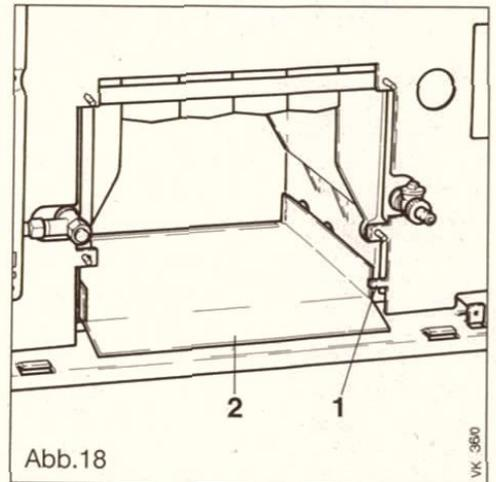

Abb. 18
- Das Bodenblech (2), Abb. 18, Seite 35 herausnehmen und gründlich säubern, dann das Bodenblech (2) wieder einsetzen, dabei darauf achten, daß das Bodenblech (2) bis zum Anschlag eingeschoben wird.